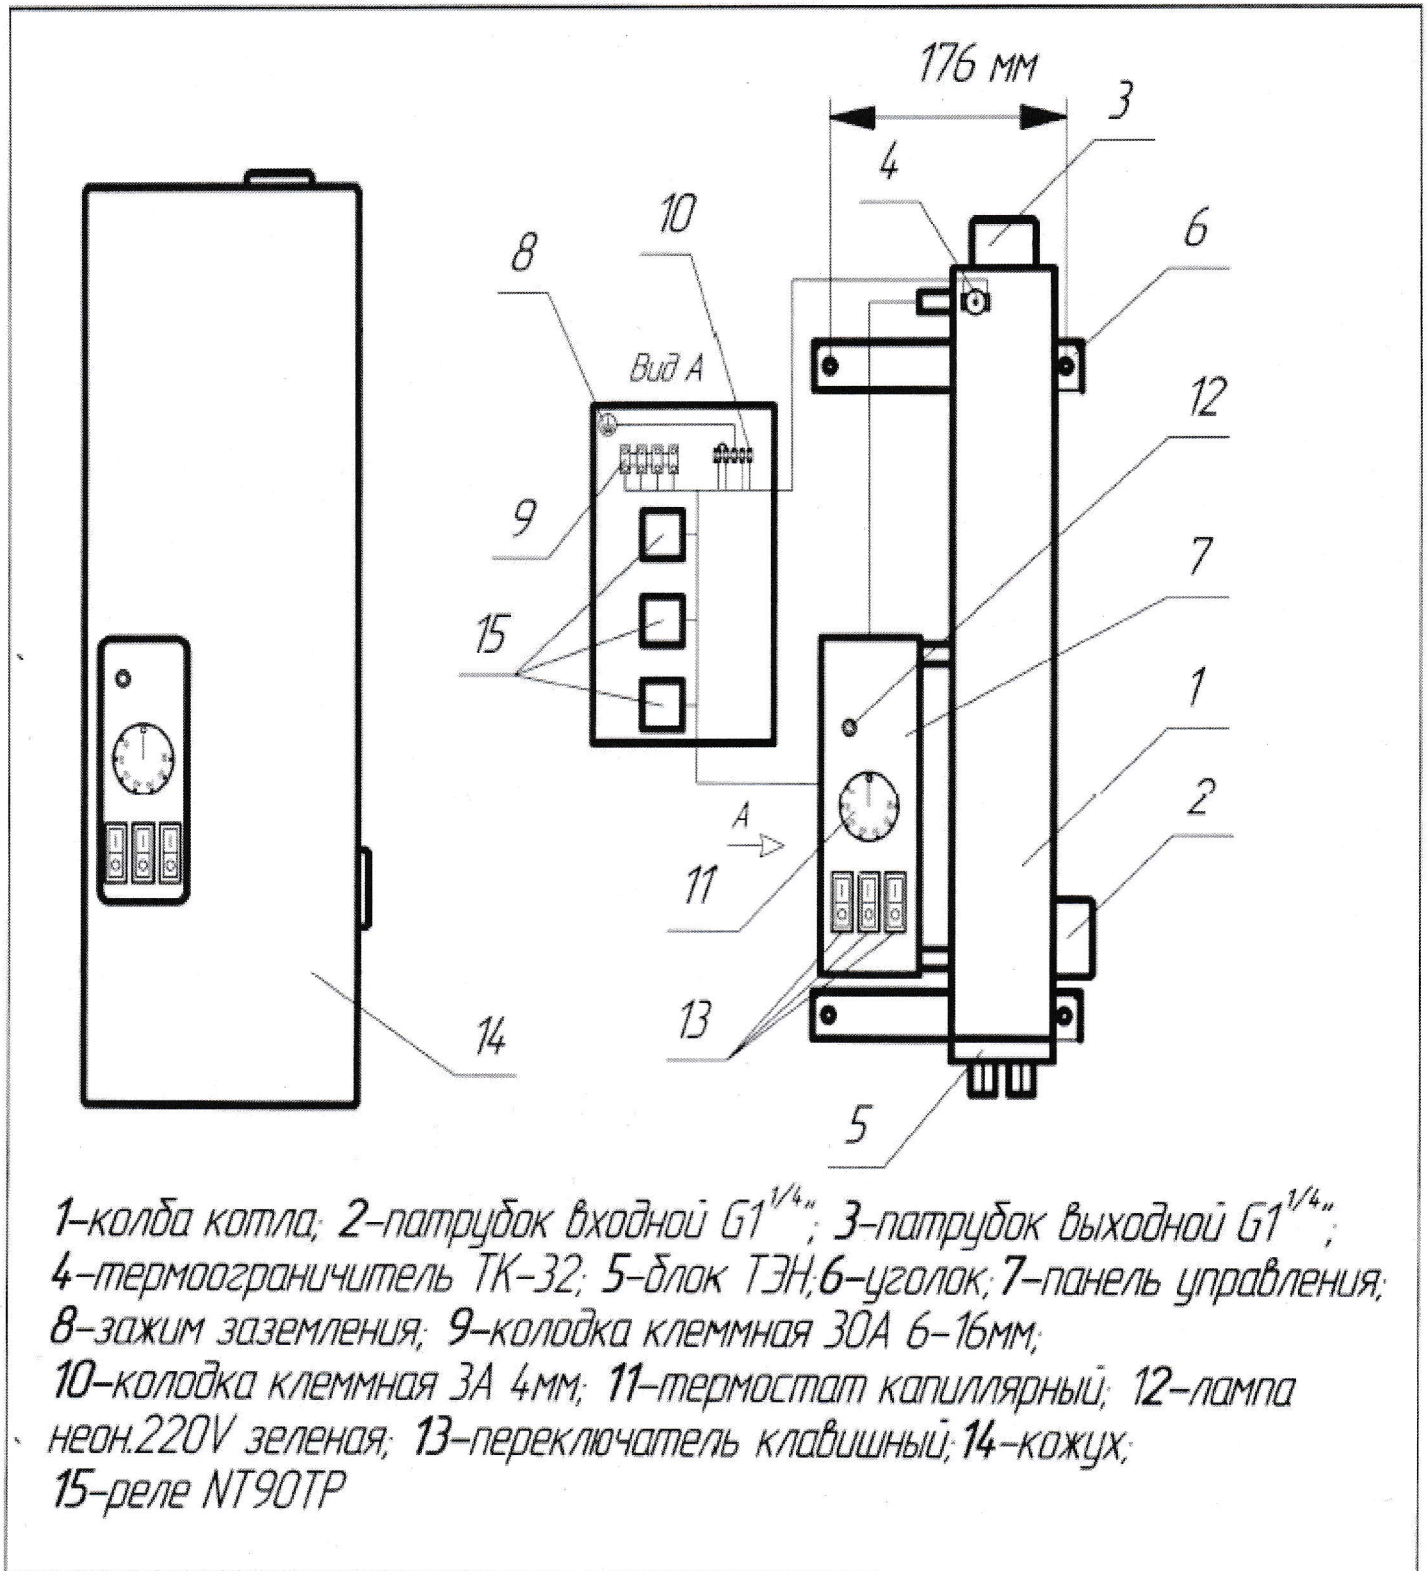
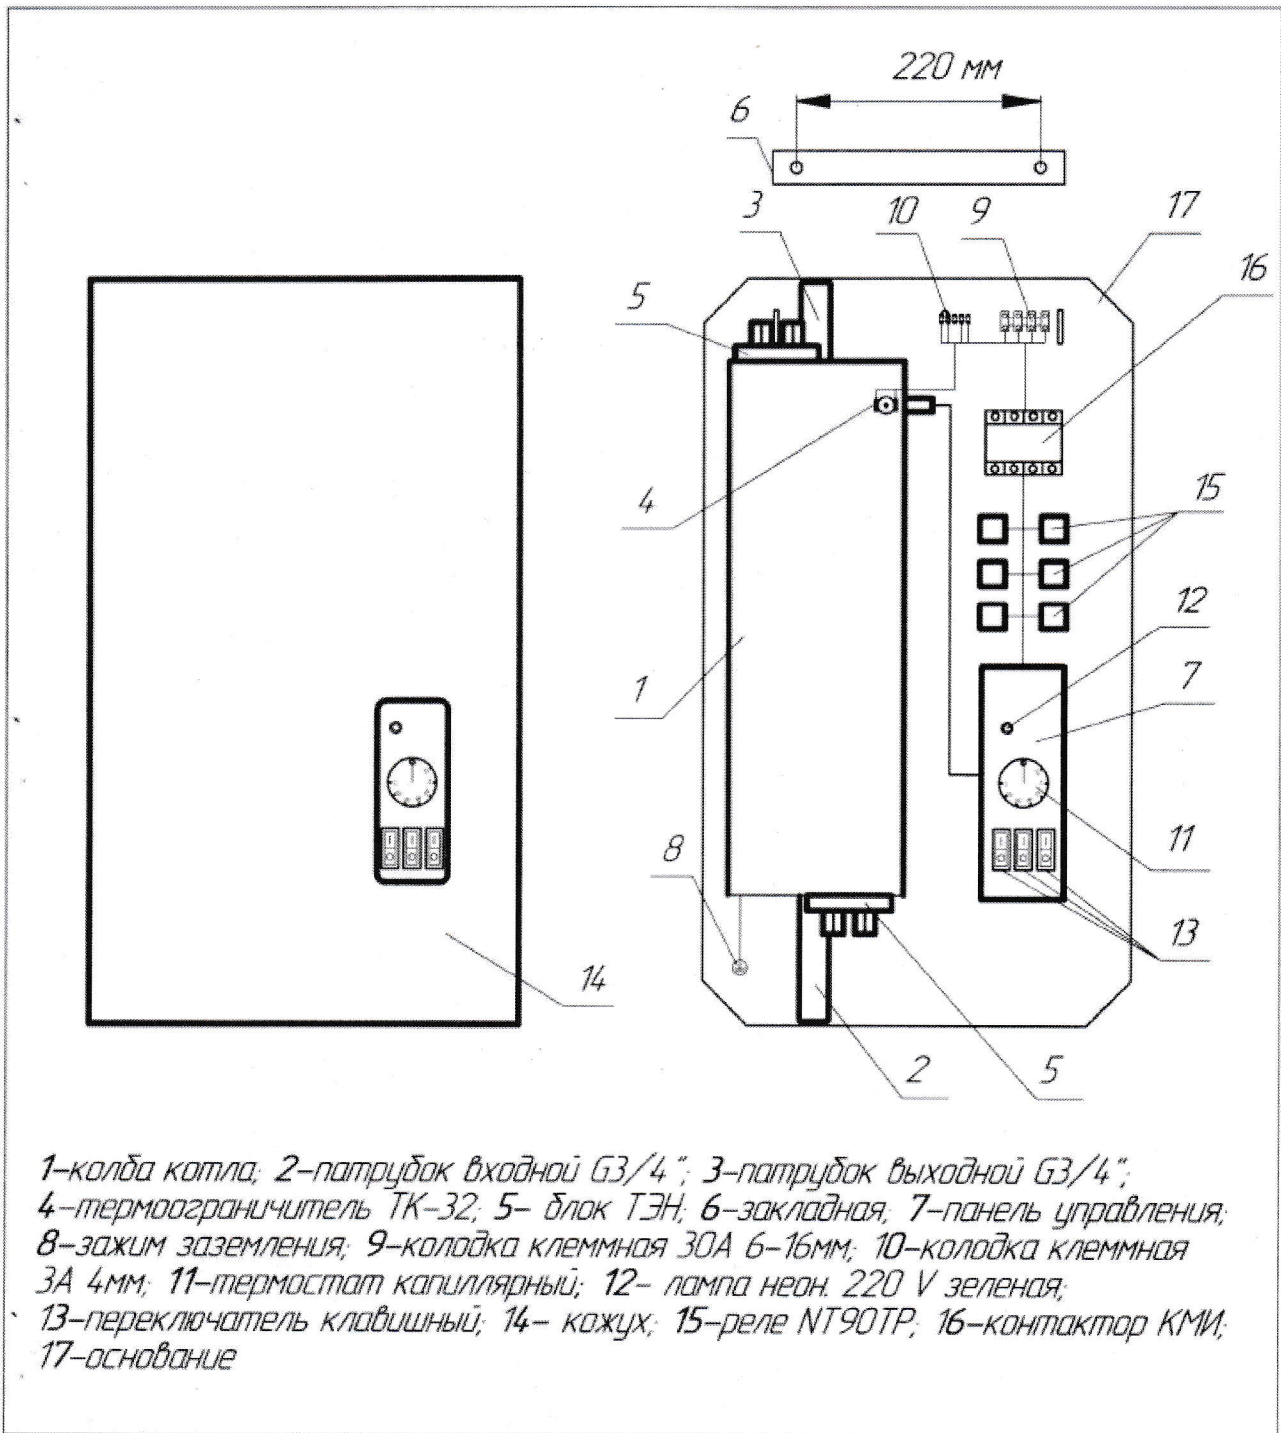
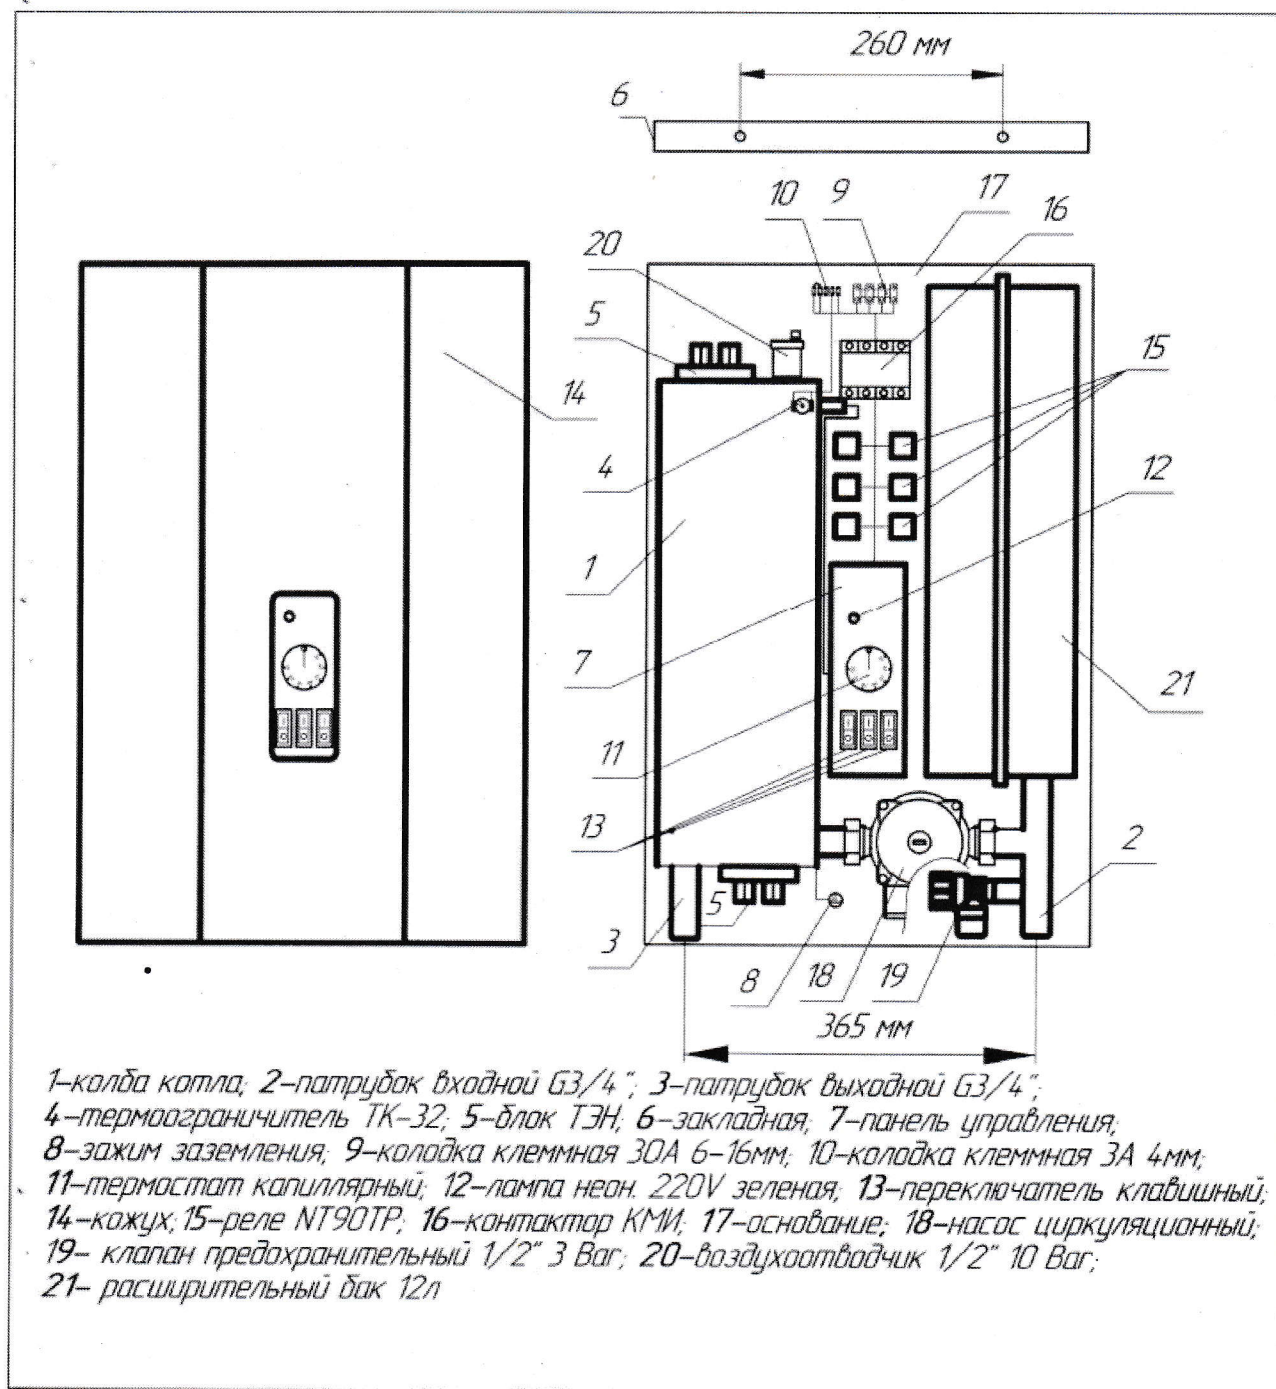

Рисунок 1
Рисунок 2
Рисунок 3
3.3 Электропитание приборов осуществляется от трехфазной электрической сети переменного тока частотой 50Гц, напряжением 380В с глухозаземлённой нейтралью, кроме этого, приборы мощностью 5,1кВт, 7,5кВт и 9кВт могут подключаться к однофазной электрической сети переменного тока частотой 50Гц, напряжением 220В см. рис. 3 и 4.
4.1 Устройство и внешний вид приборов ЭПН-Есо 5,1-15 показан на рис.1.
6.1.4 Прибор ЭПН- Есо 5,1-15 крепится вертикально на стене, согласно своим установочным размерам, с использованием комплекта крепежа. Приборы ЭПН- Есо *Comfort* и ЭПН-Есо *Advance* крепятся с помощью комплекта крепежа и закладных (кронштейнов) см. рис.1, рис.2, рис.3).
7.1.3 Включение прибора происходит при помощи клавишных переключателей (13) на панели управления 7 (рис. 1).
7.2. Управление приборами ЭПН Есо-5,1-15; ЭПН-Есо 5,1-30 Comfort; ЭПН-Есо 5,1-30 Advance. Для каждого типа прибора предусмотрена регулировка желательной температуры теплоносителя, которая осуществляется установкой ручки регулятора температуры (11) рис.1 напротив отметки на шкале лицевой панели.